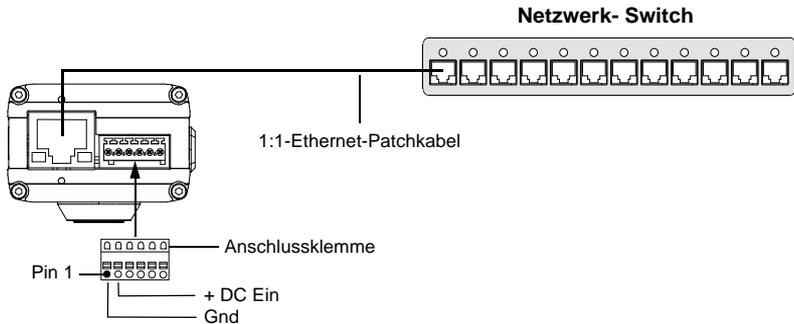

Abb. 7: Stromversorgung der Kamera über Steckverbinder
6. Ende der Masselitze so weit wie möglich in Pin 1 der Anschlussklemme einstecken (siehe Abbildung 7). Durch die Federhülse der Anschlussklemme wird die Ader festgehalten.
9. 1:1-Ethernet-Patchkabel von der RJ-45-Buchse an der Kamera wie in Abbildung 7 dargestellt mit dem Netzwerk-Switch verbinden.